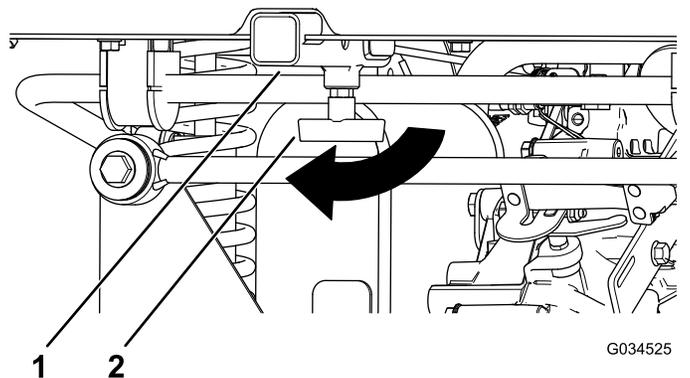

図 17
1. T 字ハンドルを右に回してゆるめる 図 17。
まで押し込む 図 17。